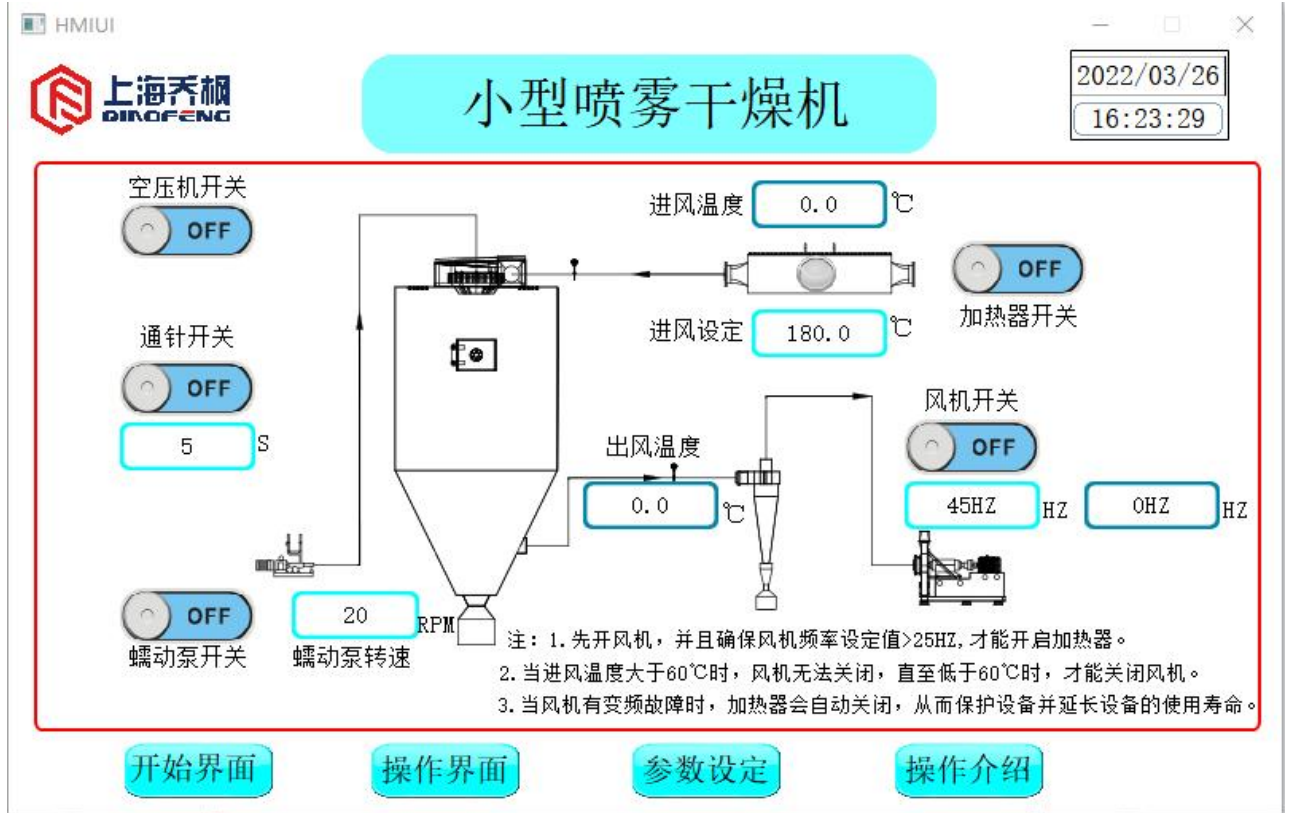
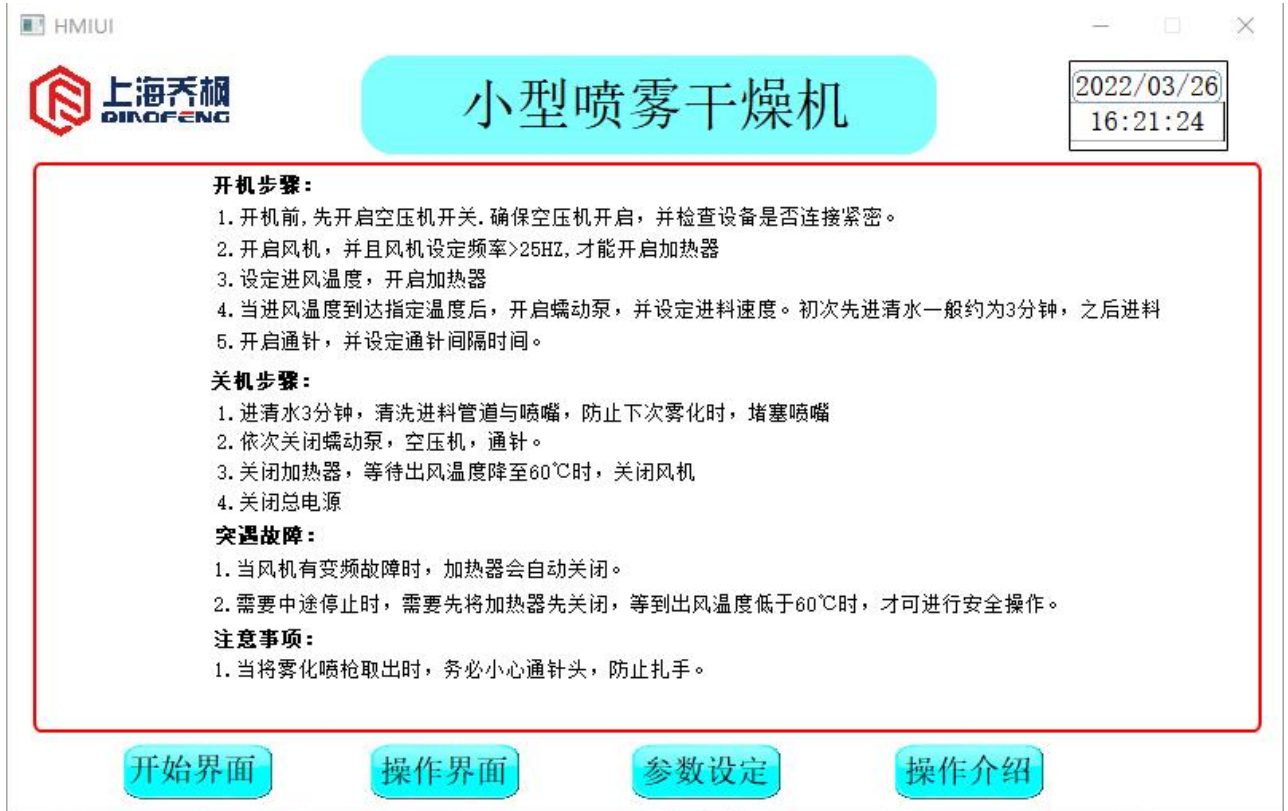

图 2
图 3
➤ 点击此按钮进入操作界面。如下图 2 所示
(1) 进入“操作界面”后如图 2 所示。此时应点击“**操作介绍**”，并仔细阅读后返回操作界面。如：图 3、所示。